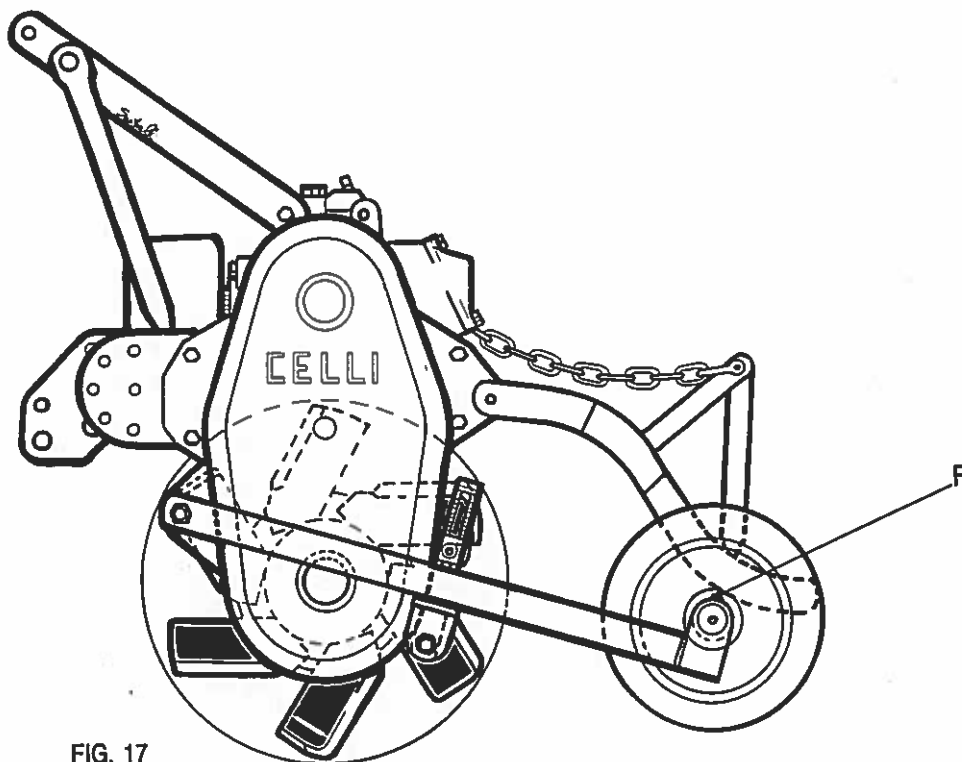

FIG. 17
- INGRASSARE I SUPPORTI DELLE RUOTE. (FIG. 17 - POS. F).
- GREASE THE SUPPORTS OF THE REAR WHEELS. (FIG. 17 - POS. F)
- GRAISSER LES SUPPORTS DES ROUES. (FIG. 17 - POS. F)
- SCHMIEREN DER RAEDERHALTERUNGEN. (FIG. 17 - POS. F)
- ENGRASAR LOS SOPORTES DE LAS RUEDAS (FIG.17- POS.F).
- ENGRASAR LOS SOPORTES DE LAS RUEDAS. (FIG. 17 - POS. F)